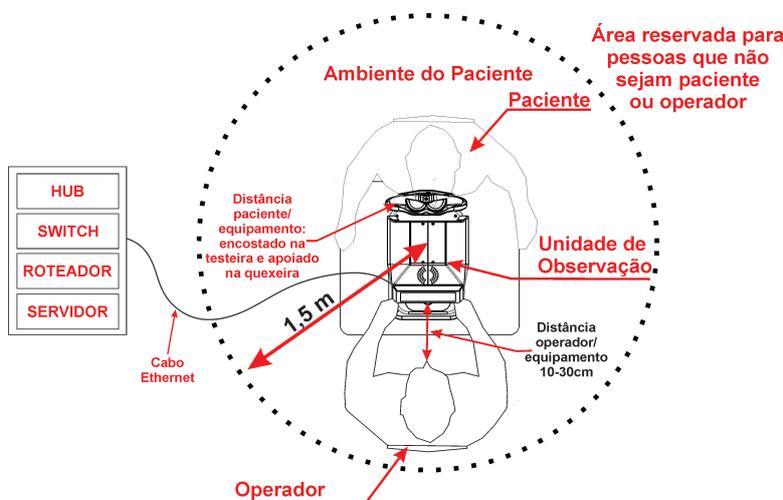

Figura 4 – Local de instalação do Equipamento
- A instalação do sistema eletromédico deve respeitar o ambiente descrito pela figura 4.